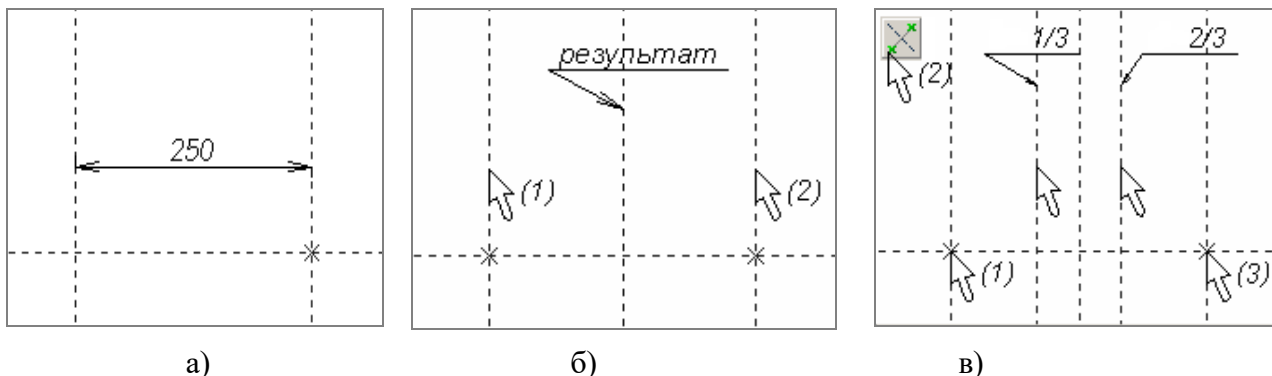

Рисунок 14 – Порядок построения симметричной и пропорциональных прямых
2.4.1 Выполните подготовительный этап. Порядок построения: вызвать команду «». При помощи опции «» построить базовые прямые в нижней части экрана. Далее при помощи опции «» построить прямую, параллельную вертикальной прямой, на расстоянии 250 мм (рисунок 14а).
2.4.2 Постройте прямую, являющуюся осью симметрии двух прямых. Порядок построения: находясь в команде «», выбрать опцию «» и указать курсором сначала на прямую (1), затем на прямую (2) (рисунок 14б).
2.4.3 Постройте прямые, делящие расстояние между опорными прямыми на 3 части. Порядок построения: находясь в команде «», указать курсором на узел (1) (рисунок 14в), затем выбрать опцию «», после этого указать на узел (3). Далее в окне свойств элементов построения задать значение коэффициента пропорциональности $1/3$ и нажать клавишу «Enter» на клавиатуре. Так как этот режим действует до отмены опции «», то, не